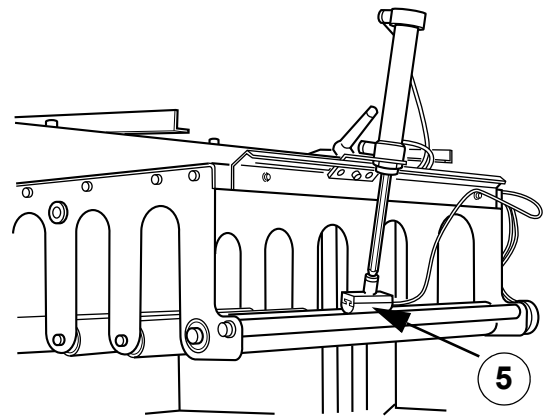

Abb. 15 Einstellung des Funkenzählers
- 5 Stellen Sie die Elektrode des Funkenzählers so ein, dass der Abstand zwischen Elektrode und Schaft ca. 2 mm beträgt. Siehe auch Abb. 15.